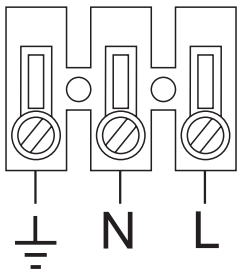
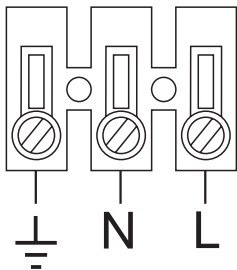

Fig.2
Fig.3
- Los motores de los TD-MIXVENT están preparados para alimentarse de una red monofásica Para la conexión a la red deberán seguirse los esquemas de conexiones fig.2. Los motores son regulables y pueden conectarse a un regulador de tensión tipo REB (fig.3).